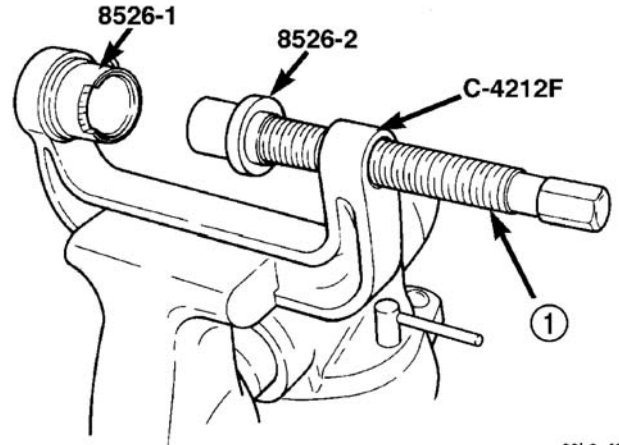

图 22 拆卸时定位的专用工具
(1) 将减振器从车辆上拆卸下来。
(2) 将接收器（专用工具 8526-1）安装至球头压床的凹口（专用工具 C-4212F），拧紧固定螺钉。将螺丝套（专用工具 8526-2）安装至球头压床顶端的螺杆，如（图 22）所示。
**注：进行此步骤时，将球头压床（专用工具 C-4212F）置于台钳中更有利于操作，如图所示（图 22）。**